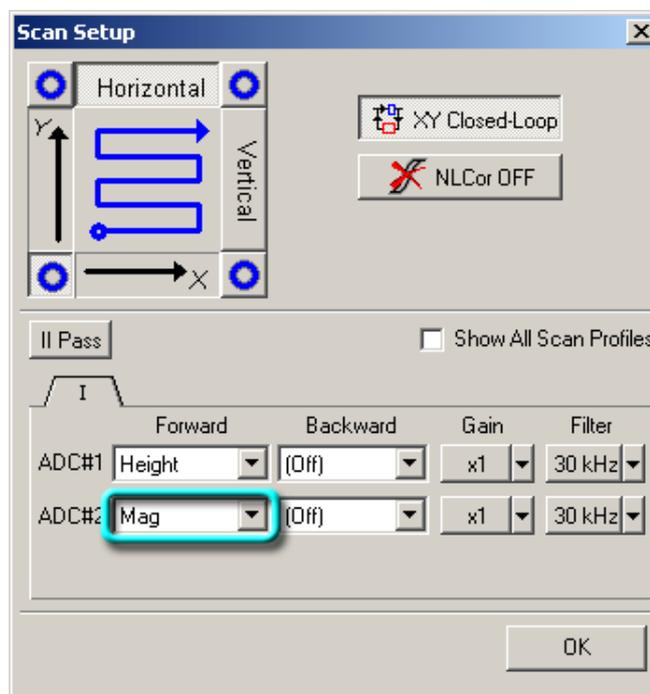

Рис. 7-35. Окно настроек сканирования
1. Откройте диалоговое окно **Scan Setup** (Рис. 7-35) щелкнув на кнопке **Settings** на панели управления вкладки **Scan**.